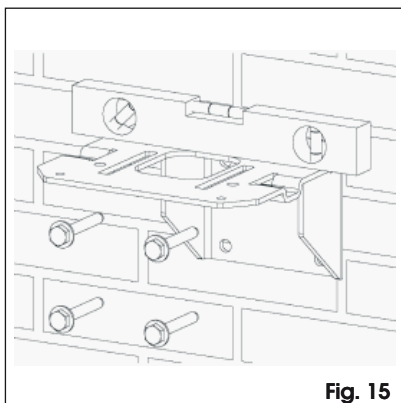

Fig. 15
2. Bevestig de motorsteun op de bepaalde positie met behulp van de vier pluggen met M10-schroeven, met inachtneming van de oriëntatie in Fig. 15.